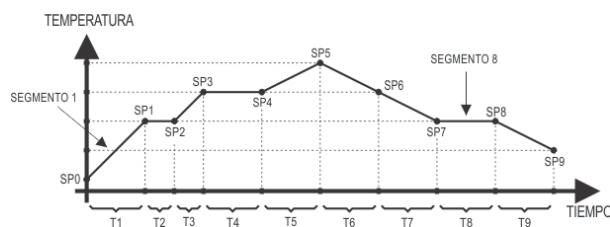

Fig. 3 - Ejemplo de un programa de rampas y mesetas
El controlador permite la elaboración de un programa de rampas y mesetas de temperatura. Este programa se crea a partir de la definición de valores de SP e intervalos de tiempo, definiendo hasta nueve (9) **segmentos de programa**. La **Fig. 3** muestra un modelo de programa con 9 segmentos: